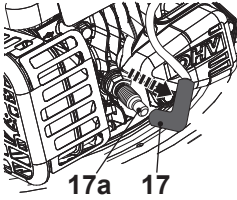

Fig. 31
1. Desconecte el conector de la bujía (17) (fig. 31).